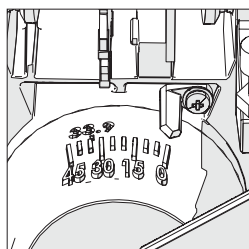

Fig. 8
- Asigurați-vă că capul de tăiere este la verticală, lipit de limita superioară și că indicatorul de unghi arată 0° pe cadran (**Fig. 8**).